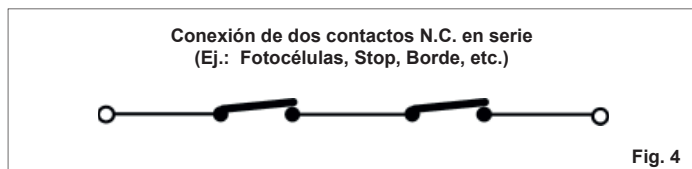

Fig. 4
Si dos o más dispositivos de seguridad tienen la misma función (apertura, cierre, apertura y cierre, borde de seguridad) los contactos deben conectarse en serie entre sí (fig. 4). Deben utilizarse contactos N.C.
**Para instalar varios dispositivos de seguridad hay que conectar los contactos N.C. en serie (fig. 4).**
Para instalar varios dispositivos de seguridad hay que conectar los contactos N.C. en serie (fig. 4).